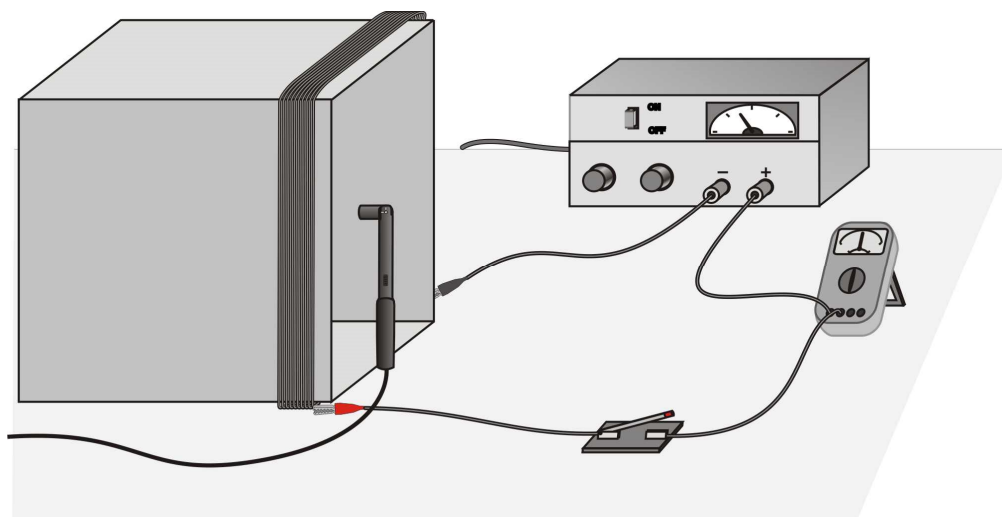

Abbildung 1
3. Verbinden Sie Spule, Schalter, Strommessgerät und Spannungsversorgung, wie in Abbildung 1 zu sehen ist. Besitzt Ihre Spannungsversorgung ein präzises internes Strommessgerät, dann benötigen Sie kein zusätzliches externes.